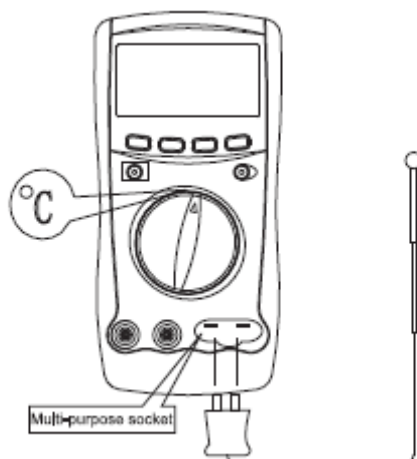

Figura 10. Masurarea temperaturii
Pentru masurarea temperaturii, setati Multimetrul ca si in figura 10 si procedati dupa cum urmeaza:
- Setati comutatorul rotativ pe °C, afisajul va indica simbolul **OL**. Introduceti sonda de temperatura in multimetru ca si in figura 10.